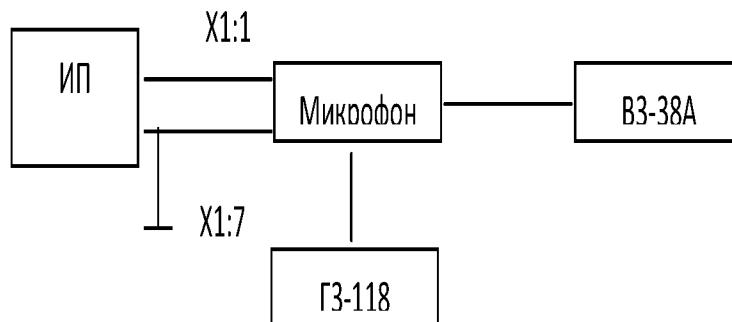

Рисунок 1.
7.1.4. проверить исправность микрофонного усилителя, подключив приборы согласно схеме рис. 1.;